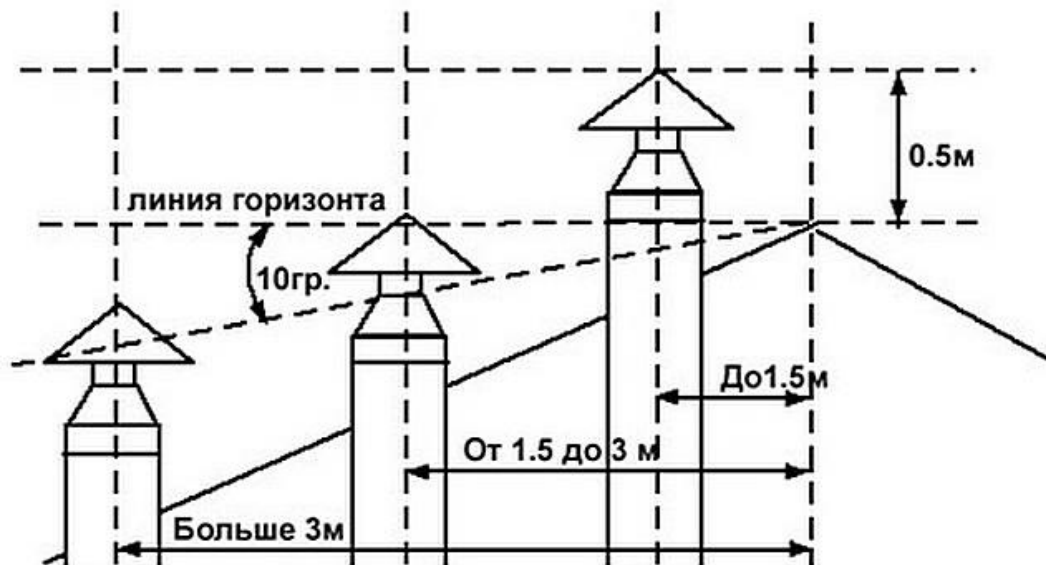

Рисунок 7 — Схема размещения дымоходов
4. Высоту дымохода можно рассчитать, используя рисунок 7.